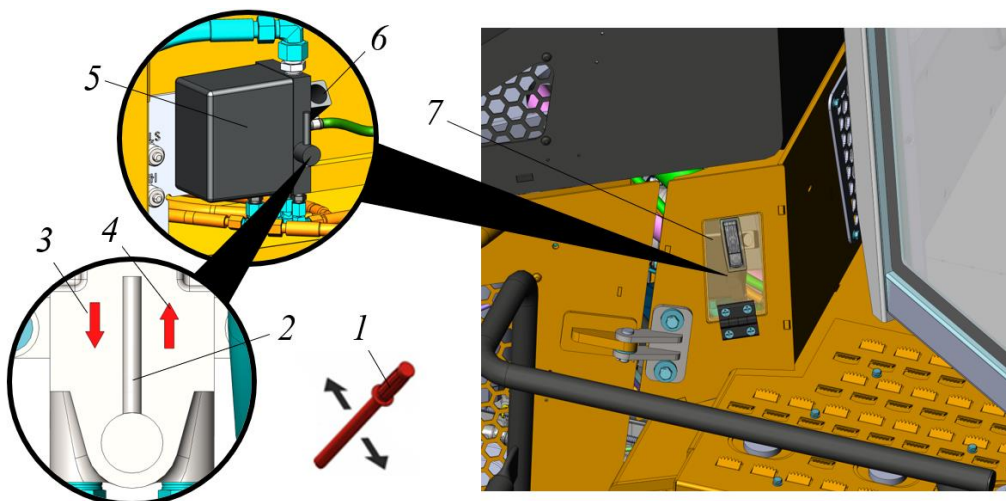
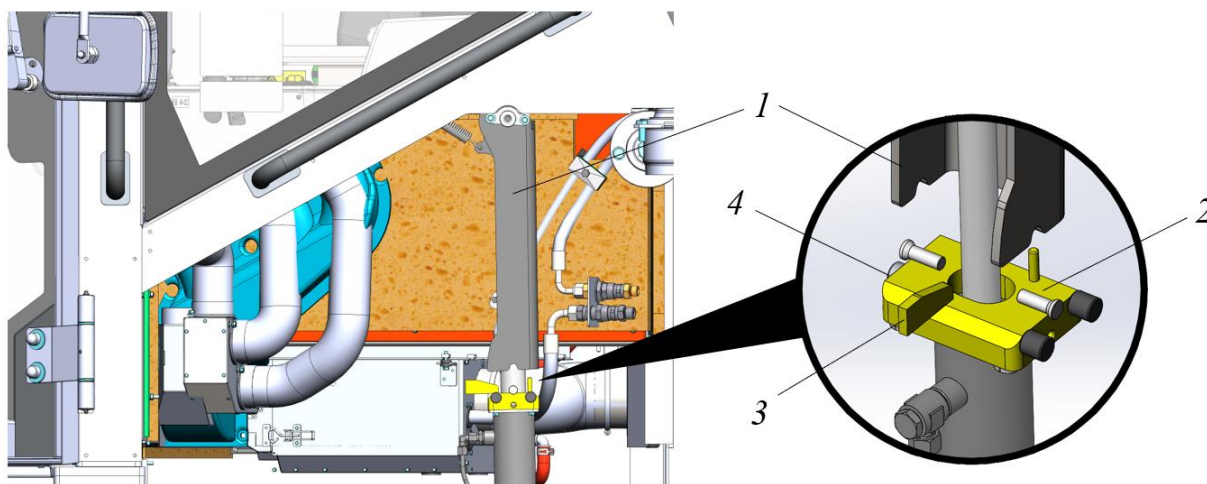
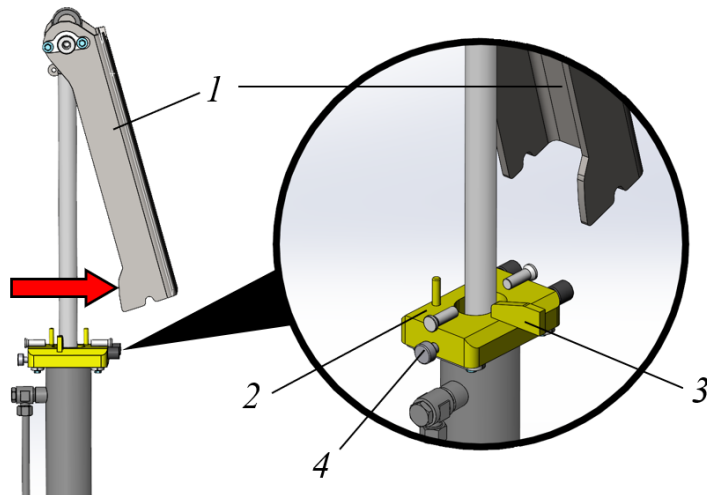

Рисунок 5.12. Гидравлический насос подъема кабины
Рисунок 5.13. Процедура опускания кабины оператора
Рисунок 5.14. Процедура опускания кабины оператора
- Открыть лючок 7, где расположены насосы подъема кабины, рис. 5.12.
- ▶ Качая рычагом 1 вверх и вниз (рис. 5.12.), поднять блокиратор 1 над опорой блокиратора 2, рис. 5.13. Между опорой и блокиратором должен быть гарантированный зазор.
- ▶ Раскрутить (ослабить) фиксатор 4 и за флажок 3 повернуть опору блокиратора 2 против часовой стрелки на 90 градусов, снова закрутить фиксатор 4. Флажок опоры блокиратора 3 должен занять позицию, как показано на рис. 5.14.
- ▶ Переместить флажок 2 на насосе в направление вниз, см. поз. 3, рис. 5.12.
- ▶ Отводя в сторону блокиратор поз. 1 (рис. 5.14, направление показано стрелкой), качая рычагом 1 вверх и вниз (рис. 5.12) опустить кабину оператора.
- ▶ После полного опускания штока гидроцилиндра необходимо переместить флажок 2 на насосе в направление вверх, см. поз. 4 (рис. 5.12) и выполнить 1-2 качания рычагом (вверх-вниз) для выхода проушины ГЦ из зацепления.
- ▶ Извлечь съемный рычаг 1 из держателя рычага насоса поз. 6, закрыть лючок 7, см. рис. 5.12.